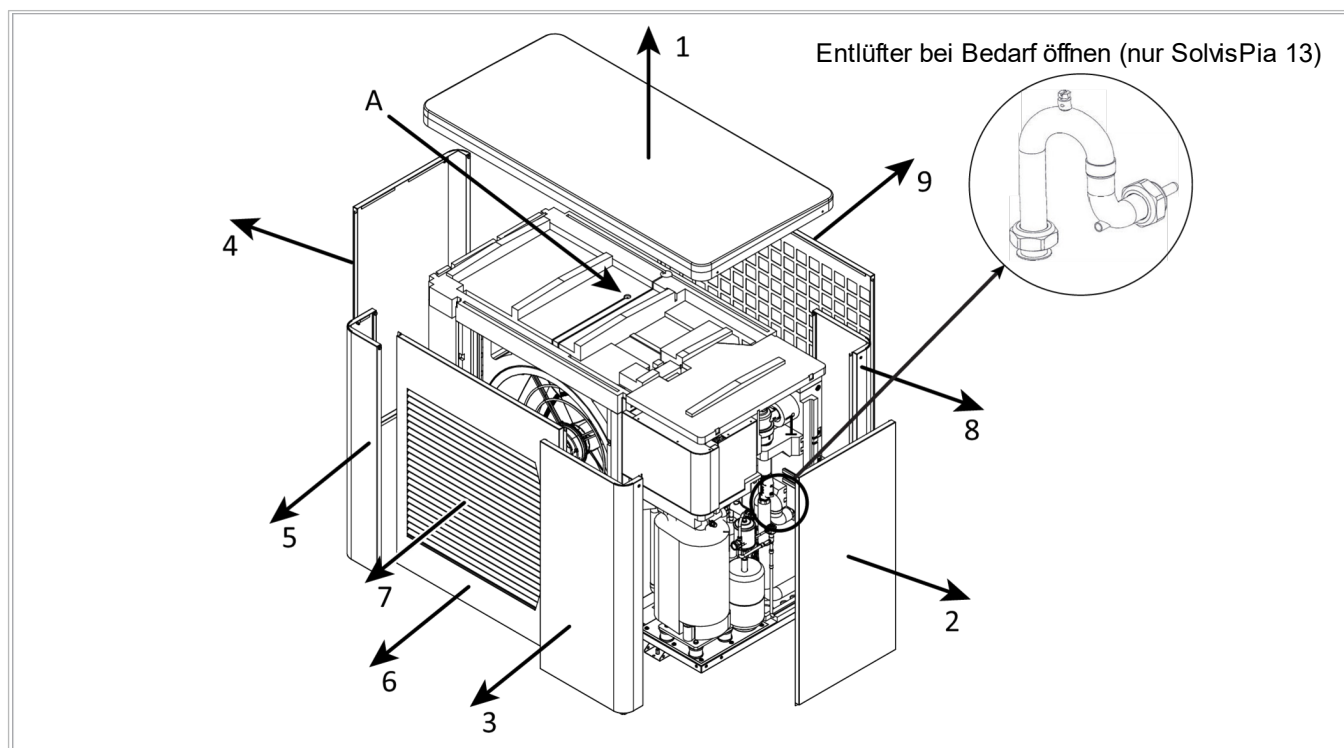

Abb. 38: Demontagereihenfolge der Abdeckungen
1. Die Abdeckungen in der im Bild angegebenen Reihenfolge abnehmen (siehe → Abb. 38), sie können durch Lösen der Schrauben am Sockel entfernt werden.